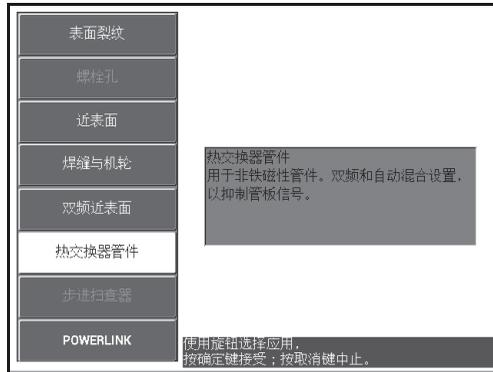

图 5-136 热交换器管件应用
2. 按一下高级设置菜单键（），然后选择**应用选择**（功能键 A），打开应用选择菜单。使用旋钮选择**热交换器管件**，然后按确定键（）接受（参见第 209 页的图 5-136）。